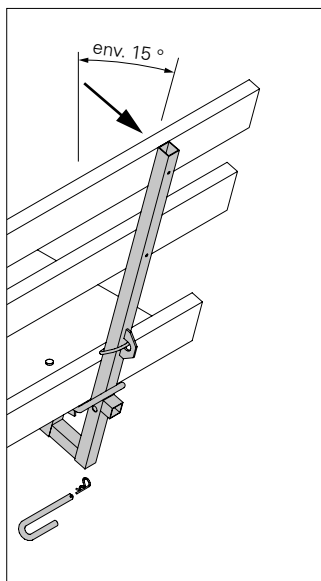

Fig. A7.24c
2. Incliner le garde-corps (89.1) vers l'arrière, max. 15 °. (Fig. A7.24c)